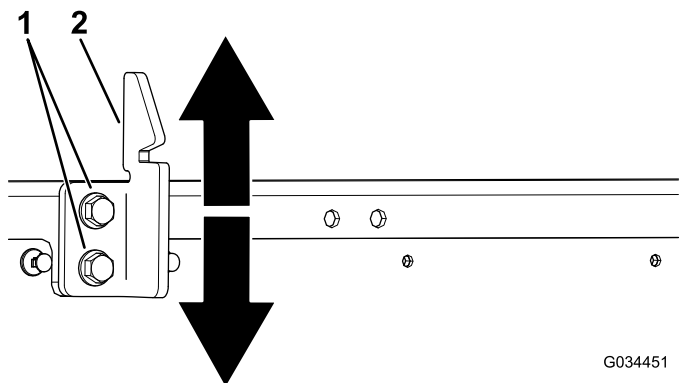

Figura 56
3. Afloje los 2 pernos en el cerradero del cierre de la plataforma y desplácelo hacia arriba o hacia abajo, en función de si está demasiado alto o bajo (Figura 56).
4. Apriete los 2 pernos del cerradero del cierre de la plataforma (Figura 56).